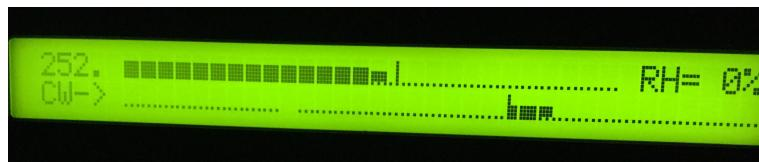

Figure 9 – Composante continue du laser
- Sur le *contrôleur du Mira*, vérifier que le laser n'a pas de composante continue (CW = continuous wave). Sur la ligne 'Cw->' se trouvent des points '...', un ou plusieurs carrés '' et une seule barre 'I' comme montré à la figure 9.